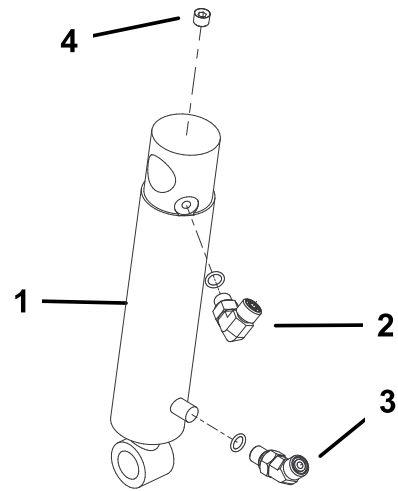

図 18
1. 油圧シリンダの上側ポートに 90° フィッティングを取り付ける。フィッティングは 図 18 のように組み付ける。
2. 油圧シリンダの下側ポートに 45° フィッティングを取り付ける。フィッティングは 図 18 のように組み付ける。